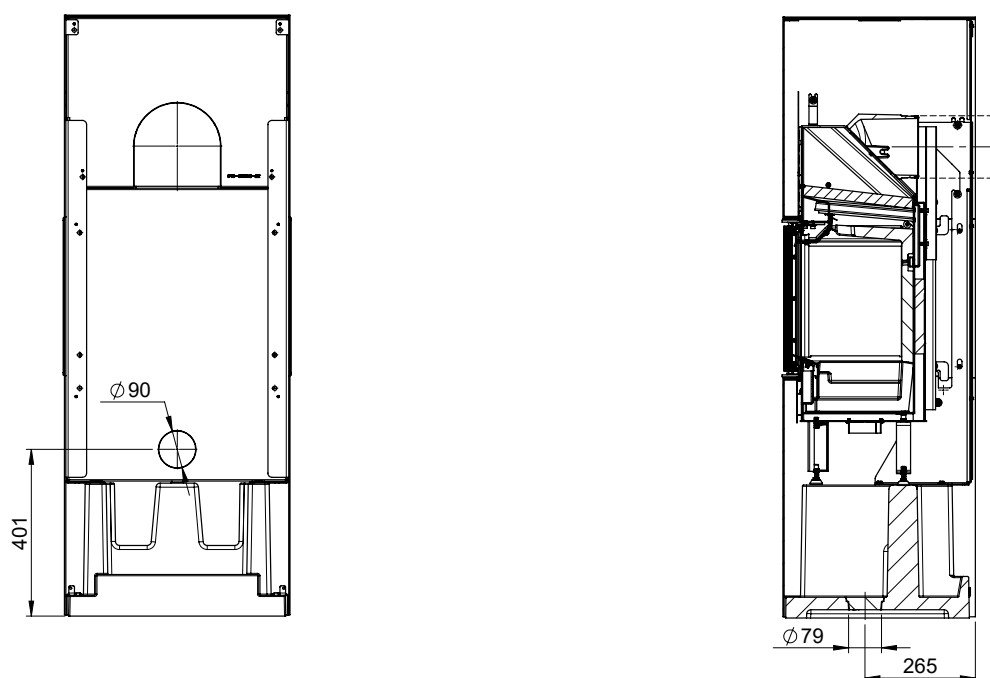

FIG 1b
Obs! Produkten kan endast anslutas till friskluftstillförseln via urtagen i ramen (se FIG 1b Nordpeis Box N-20U =AIR). Täta spalten mellan friskluftsslängen och betongen med ett oantändligt tätningsmedel som t.ex. stenull.
**ACHTUNG!** Das Produkt kann nur durch die vorgestanzenen Bereiche in der Einfassung mit der Frischluftzufuhr verbunden werden (siehe Abb. 1b Nordpeis Box N-20U =AIR mm). Dichten Sie den Spalt zwischen Frischluftschlauch und Beton mit einem nicht brennbaren Dichtungsmittel ab.
ATTENTION ! Le produit peut uniquement être raccordé à l'amenée d'air frais à travers les passages pré-découpés dans l'habillage (Voir la figure 1b, Nordpeis Box N-20U Boîtier = AIR mm). Scellez l'espace entre le conduit d'air frais et le béton à l'aide d'un produit d'étanchéité non combustible.